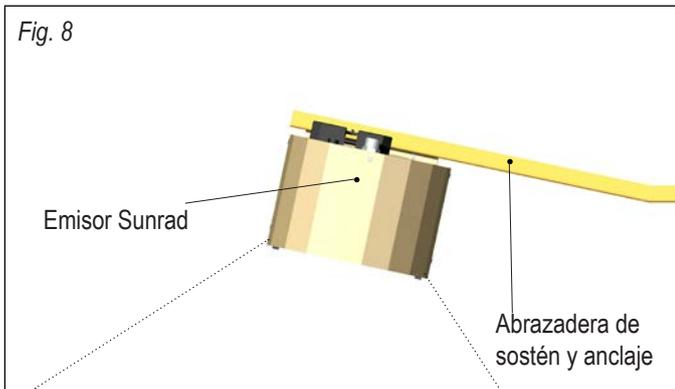

Fig. 8
- llevar a la apropiada altura las unidades de radiación y enganchar las cadenas a los soportes predispuestos en la abrazadera previamente fijada a la pared, teniendo la habilidad de **montar el emisor con una inclinación variable mínima desde los 10° hasta los 15° máximo 60° para la salida de los gases quemados** (fig. 8 - 9).